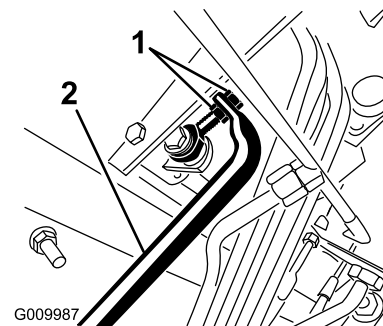

Figura 46
4. Ajuste las contratueras del extremo de la varilla de la bomba con objeto de desplazar el tubo de control de la bomba hacia adelante para eliminar el movimiento de la máquina hacia adelante, o hacia atrás para eliminar el movimiento hacia atrás (Figura 46).